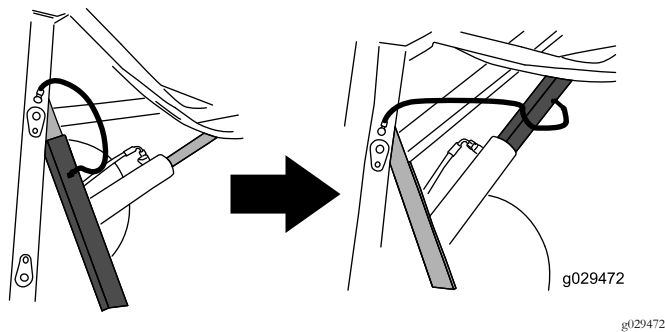

Figura 16
Instale os bloqueios do cilindro sobre os cilindros da tremonha quando realizar manutenção com a tremonha elevada (Figura 16).
2. Coloque a proteção de descida no sítio (Figura 16).
- Instale o bloqueio do cilindro para proteger a tremonha contra descidas não intencionais (Figura 16).